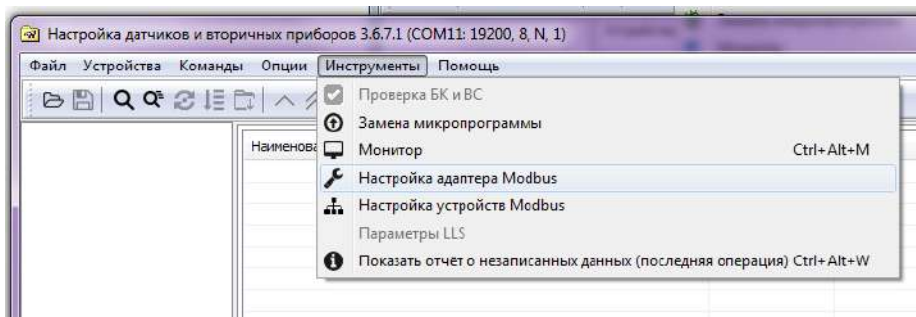

Рисунок 6 – Запуск утилиты «Настройка адаптера Modbus»
3.5.5.3 Для запуска утилиты в программе «Настройка датчиков и вторичных приборов» выбрать пункт главного меню «Инструменты» → «Настройка адаптера Modbus» (рисунок 6).